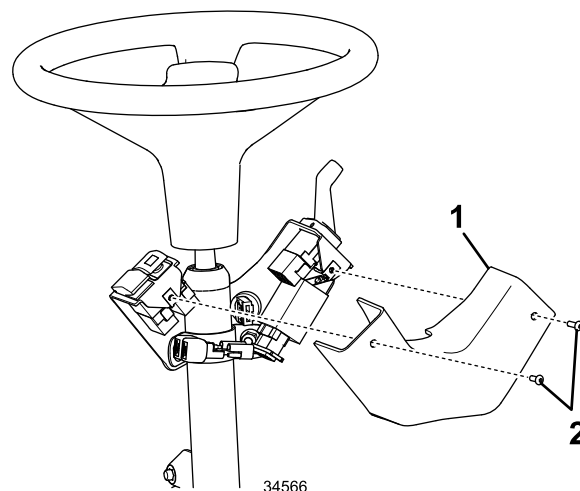

Figura 23
10. Installate il coperchio sul gruppo staffa del piantone con 2 viti a testa tonda a esagono incassato come mostrato in Figura 23